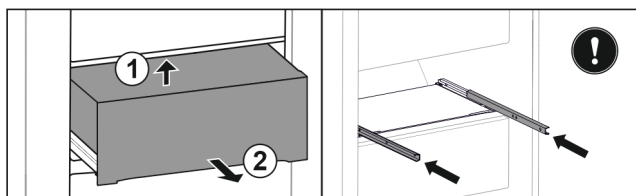

Fig. 46
- ▶ Lyft utdragslåda underifrån i bak. Fig. 46 (1)
- ▶ Ta ut utdragslåda genom att dra den framåt. Fig. 46 (2)